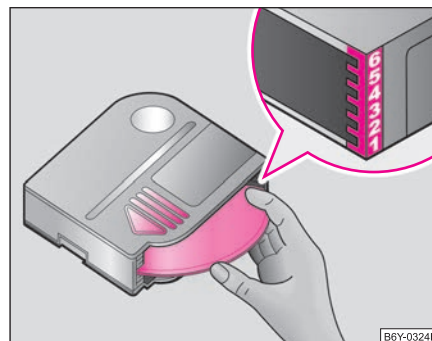

Fig. 100 Poner CD en el cargador
⇒ fig. 100. La flecha del cargador debe indicar hacia la boca de cargador.
- Sostener el cargador con la flecha hacia arriba ⇒ fig. 100. ►
- **Poner los CDs con la cara de reproducción hacia abajo** en el cargador, hasta que encastran con un ruido de encastre perceptible. Observe el orden a seguir de los CDs en el lado derecho del cargador ⇒ página 124, fig. 100.